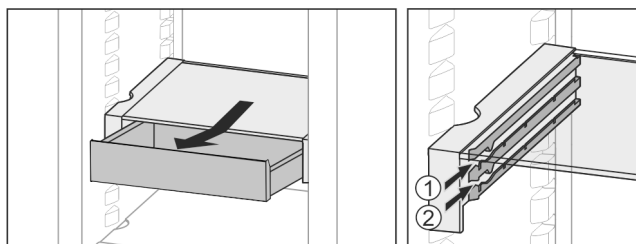

Fig. 22
- ▶ На любой высоте *Fig. 22 (1)* или *Fig. 22 (2)* вставьте.